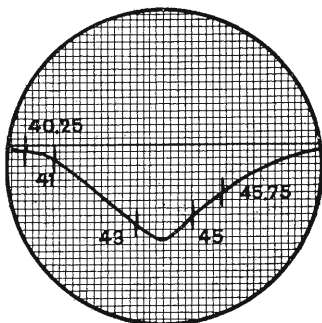

Fig. 10.19. - Curva risposta rivelatore ingresso  $P_8$  di  $V_3$ .
- A - Regolare il nucleo di  $T_3$  fino ad ottenere la curva di fig. 10.19.